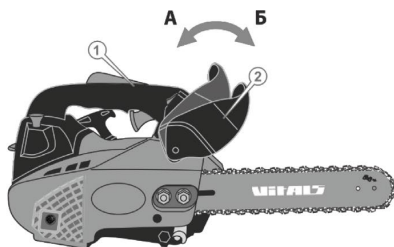

Рисунок 9. Схема роботи гальма ланцюга.
Якщо гальмо ланцюга розблоковане – ланцюг може обертатися, а його важіль (2, рис. 9) знаходиться у зведеному стані (А, рис. 9) – ближче до руків'я (1, рис. 9).
Якщо гальмо ланцюга увімкнене – рух ланцюга припиняється, а важіль (2, рис. 9) знаходиться в увімкненому положенні (Б, рис. 9). У цьому стані важеля ланцюг повернути неможливо.
4. Заблокувати гальмо ланцюга за допомогою важеля (2, рис. 9): не відпускаючи рукою переднє руків'я, натиснути зап'ястям лівої руки на важіль гальма у напрямку стрілки Б (рис. 9). Рух ланцюга повинен припинитися.